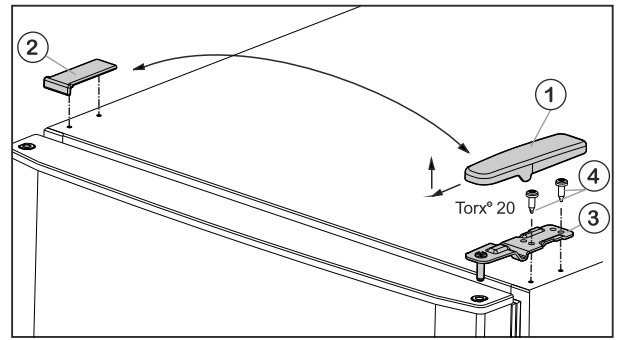

Fig. 5
- ▶ Abdeckung Fig. 5 (1) nach vorne und oben abziehen.
- ▶ Abdeckung Fig. 5 (2) abheben.
- ▶ Oberen Lagerbock Fig. 5 (3) abschrauben (2 mal Torx® 20) Fig. 5 (4) und nach oben abziehen.
- ▶ Oberen Lagerbock Fig. 5 (3) auf der neuen Scharnierseite in die Tür einsetzen.
- ▶ Oberen Lagerbock **fest (mit 4 Nm)** anschrauben (2 mal Torx® 20) Fig. 5 (4). Eventuell einen Akkuschraubener verwenden.
- ▶ Abdeckung Fig. 5 (1) auf der Gegenseite von außen aufsetzen und einrasten.
- ▶ Abdeckung Fig. 5 (2) jeweils auf der Gegenseite von oben aufsetzen und einrasten.